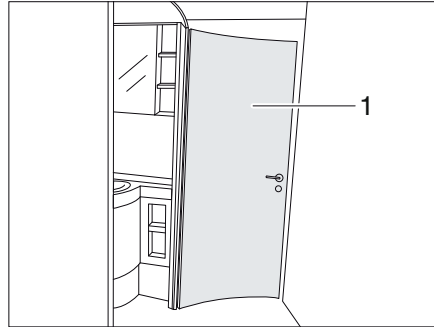

Fig. 234 Cuarto de baño
La puerta de la zona de aseo (Fig. 234,1) se puede bloquear según equipamiento a un amplio cuarto de baño en 1-3 anchos de abertura diferentes. Dependiendo del ancho de abertura seleccionado se interconectan diferentes partes de habitación.
- ▷ La puerta de la zona de aseo (Fig. 234,1) no debe utilizarse durante el viaje como separador de habitación. Llevar la puerta a la posición inicial (zona de aseo aislada).